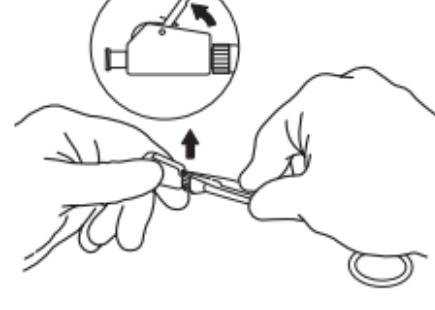

Afb. 3
- c. Knip de overtollige hechtdraad af. (**Afb. 3**)